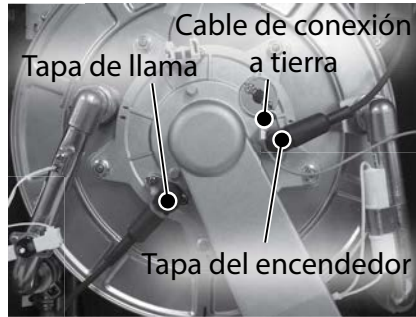

Figura 142 - Retire las tapas de la varilla del encendedor y del sensor de llama.
- 30** Ubique el sensor de llama y la varilla del encendedor en el conjunto de quemador, como se muestra en la Figura 142 (siguiente página). Retire las tapas del sensor de llama y la varilla del encendedor. **NO** tire de los cables. Desconecte el cable verde de conexión a tierra del conjunto de varilla del encendedor.